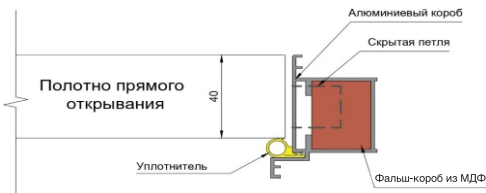

Рис.1 «Полотно прямого открывания»
- на толщину полотна 40 мм (рис.1) для прямого открывания;